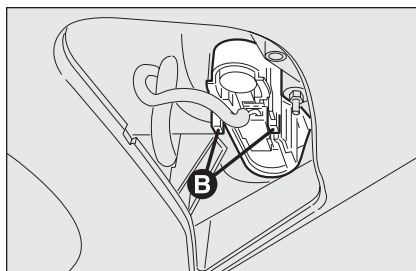

fig. 36
- estrarre il gruppo portalampade agendo sulle linguette di ritegno **B-fig. 36**;
- reinserire il gruppo portalampade fissandolo correttamente in posizione mediante le linguette di ritegno **B-fig. 36**;
- estrarre il gruppo portalampane agendo sulle linguette di ritegno **B-fig. 36**;
- reinserire il gruppo portalampane fissandolo correttamente in posizione mediante le linguette di ritegno **B-fig. 36**;